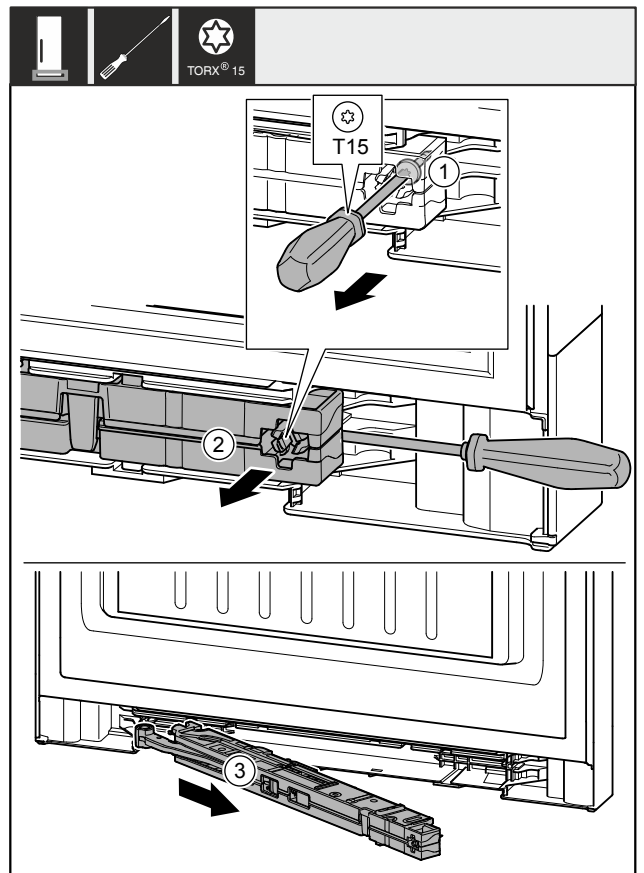

Fig. 11
- Avaa sulkuvaimenninyksikön ruuvia Fig. 11 (1) ruuvimeisselillä n. 14 mm.
- Nosta sulkuvaimenninyksikköä Fig. 11 (2) ruuvimeisselillä kahvan puolelta ylöspäin.
- Vedä sulkuvaimenninyksikkö Fig. 11 (3) ulos.